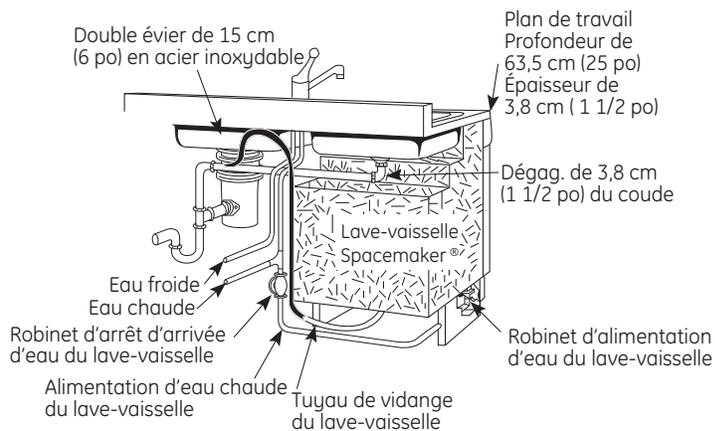

Figure F1
- Le diamètre de l'ouverture du broyeur de déchets dans l'évier doit être de 19 cm (7 1/2 po), comme indiqué à la section C. Ceci permet d'installer le broyeur et la plomberie dans la section C avec un évier soit simple, soit double. Se reporter à la figure A ci-dessous et à la figure F1 à la page 6.
Les conduites d'eau chaude et froide de l'évier et le tuyau de vidange de l'évier doivent être installés au-dessus et à côté du lave-vaisselle et non derrière le lave-vaisselle. Se reporter aux zones A et C de la figure A à la page 3 et à la figure F1 ci-dessous. Ceci est nécessaire pour laisser suffisamment de dégagement au lave-vaisselle au cours de son installation dans l'armoire. Les conduites installées directement derrière le lave-vaisselle risquent d'entraver le placement du lave-vaisselle dans l'armoire et de le pousser au-delà des armoires adjacentes.
La figure F1 montre une installation à double évier, broyeur de déchets et boucle de vidange élevée.